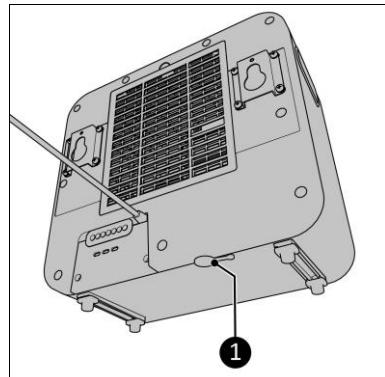

Figure 18
- Le bouchon d'arrêt d'eau situé en bas de l'unité intérieure doit être inséré (figure 18, pos. 2).